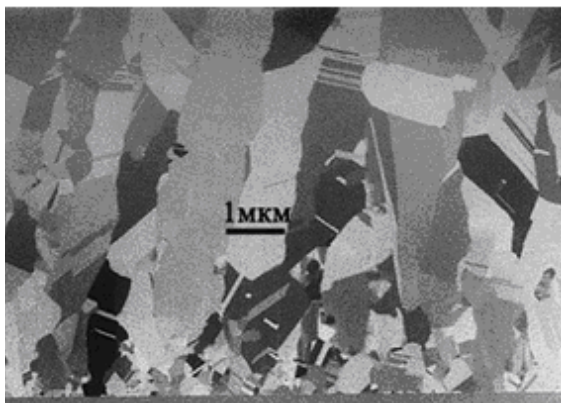
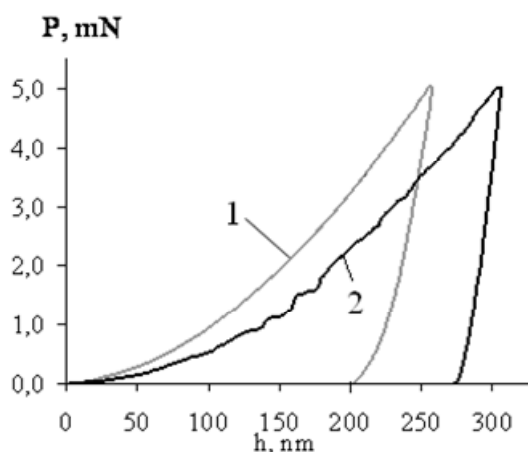

Рис. 5 ПЭМ-изображение поперечного среза фольги на основе твердого раствора Мо-Си, полученной методом вакуумного осаждения
Рис. 6 Диаграммы Р-Н поверхности со стороны межфазной границы и свободной поверхности твердого раствора на основа Мо-Си, полученные методом наноиндентирования
7. Какому из приповерхностных слоев фольги из твердого раствора Cu-Mo (ПЭМ-изображение среза на рис.5) соответствует нагрузочно-разгрузочная кривая 1, а какому кривая 2, полученная методом наноиндентирования (рис. 6)? Почему?